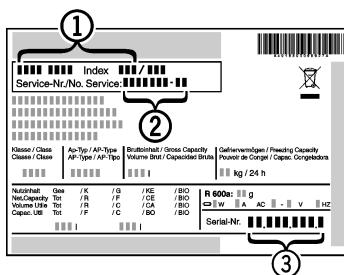

Fig. 10
- Consulte la denominación del aparato *Fig. 10 (1)*, el nº de servicio *Fig. 10 (2)* y el nº de serie *Fig. 10 (3)* en la placa de identificación. La placa de identificación se encuentra en la parte interior izquierda del aparato
- Informe al servicio postventa indicando la falla, la denominación del aparato *Fig. 10 (1)*, el nº de servicio *Fig. 10 (2)* y el nº de serie *Fig. 10 (3)*.